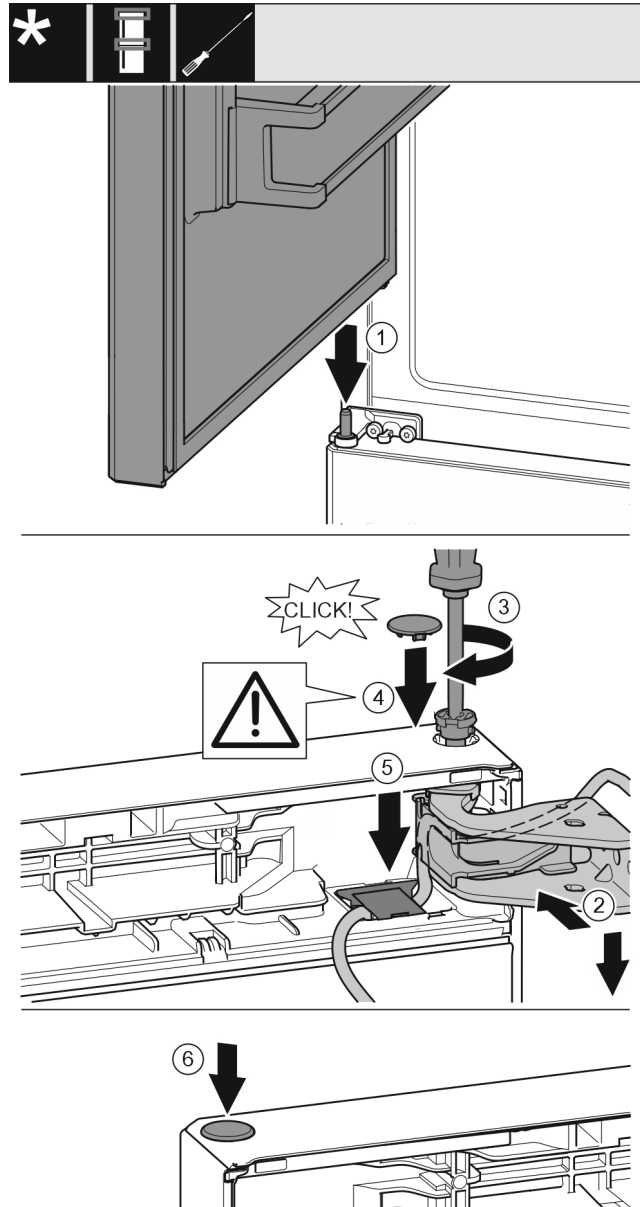

Fig. 40
- ▶ Obere Tür auf mittleren Lagerbolzen setzen Fig. 40 (1)
- ▶ Tür oben zur Öffnung im Lagerbock ausrichten. Fig. 40 (2)
- ▶ Bolzen einsetzen und mit Schraubendreher T15 festschrauben. Fig. 40 (3)
- ▶ Sicherungsabdeckung zur Sicherung der Tür montieren: Sicherungsabdeckung einsetzen und kontrollieren ob sie auf der Tür aufliegt. Ansonsten Bolzen vollständig einsetzen. Fig. 40 (4)
- ▶ Abdeckung einsetzen und nach unten drücken bis sie einrastet. Fig. 40 (5)
- ▶ Stopfen einsetzen. Fig. 40 (6)